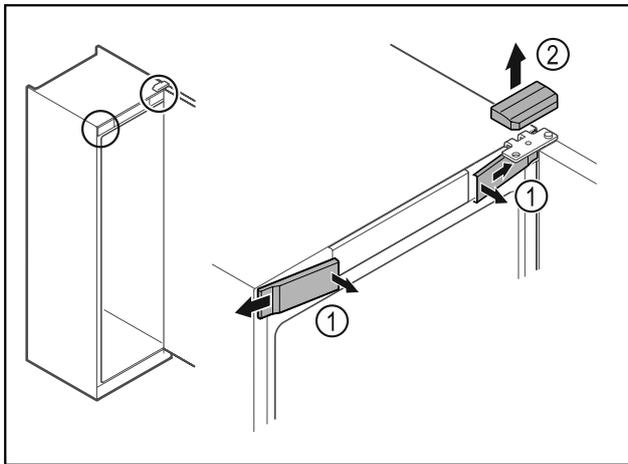

Fig. 8\*
- ▶ Vordere Abdeckungen Fig. 8 (1) innen ausrasten und zur Seite abnehmen.\*
- ▶ Obere Abdeckung Fig. 8 (2) nach oben abnehmen.\*